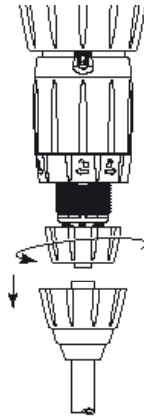

Fig. 16
- Desenroscar y retirar la tuerca que sostiene la válvula de aspiración (**Fig. 16**), desmontar ésta, después aclarar con agua limpia abundante las diferentes partes.